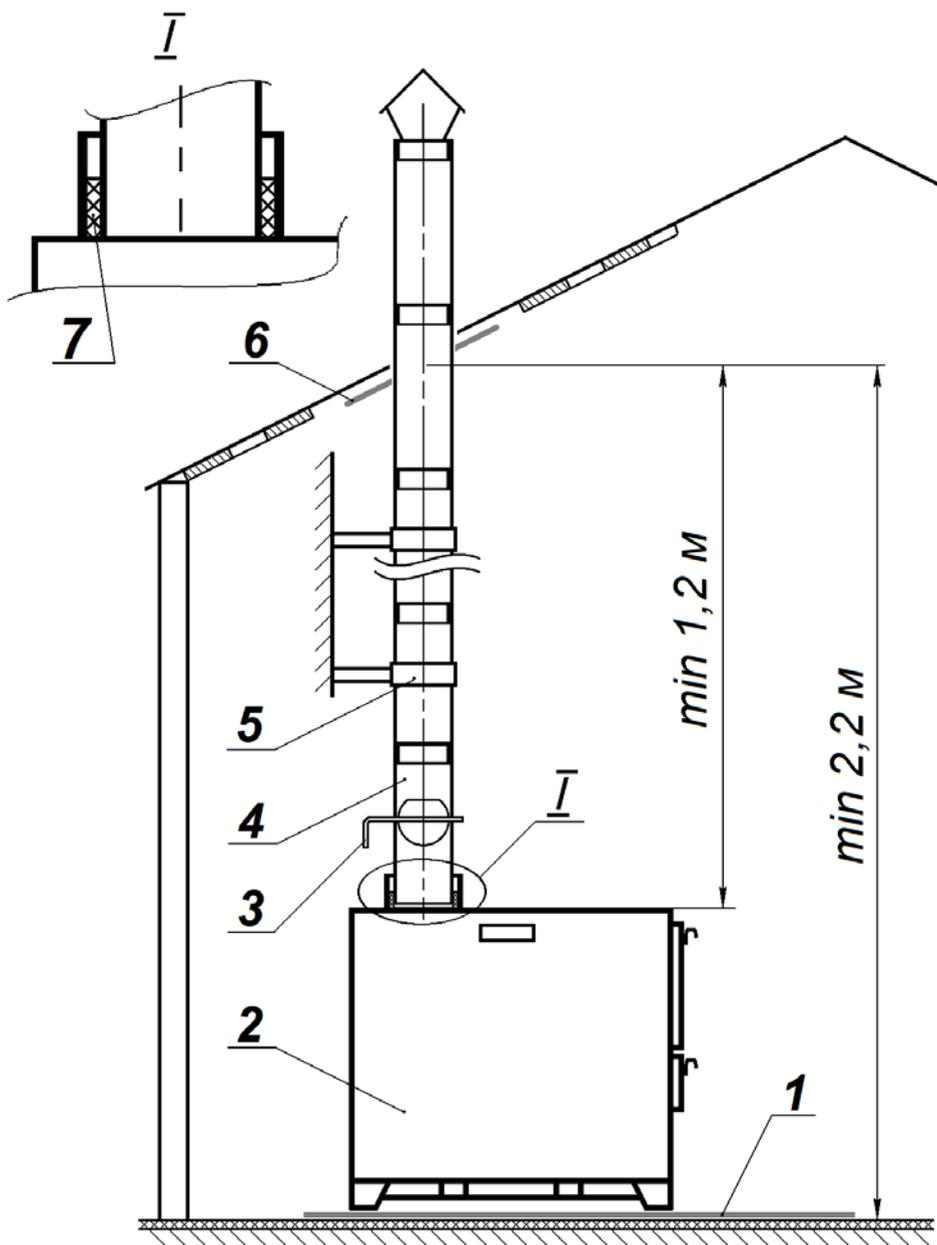

Рисунок 5. **Схема монтажа печи и дымовой трубы:**
4.5. Расстояние между верхом печи и потолком должно быть не менее 1,2 м, между полом и потолком – не менее 2,2 м (см. рис. 5).
4.6. Печь должна быть разгружена от веса дымовой трубы (**поз.5** на рис.5).
4.7. Для защиты потолка на дымоход надевается потолочный проход (**поз.6** на рис.5), выполненный из металлического листа толщиной 1 мм, с отверстием по центру. Потолочный проход надевается на трубу внатяг и располагается параллельно потолку.
4.8. Дымовая труба оснащена шибером (**поз.3** на рис. 5). Звено трубы с шибером монтируется на эргономически удобной высоте.
4.9. Соединение дымовой трубы с печью следует герметизировать термостойким шнуром из комплекта печи (**поз.7** на рис.5).